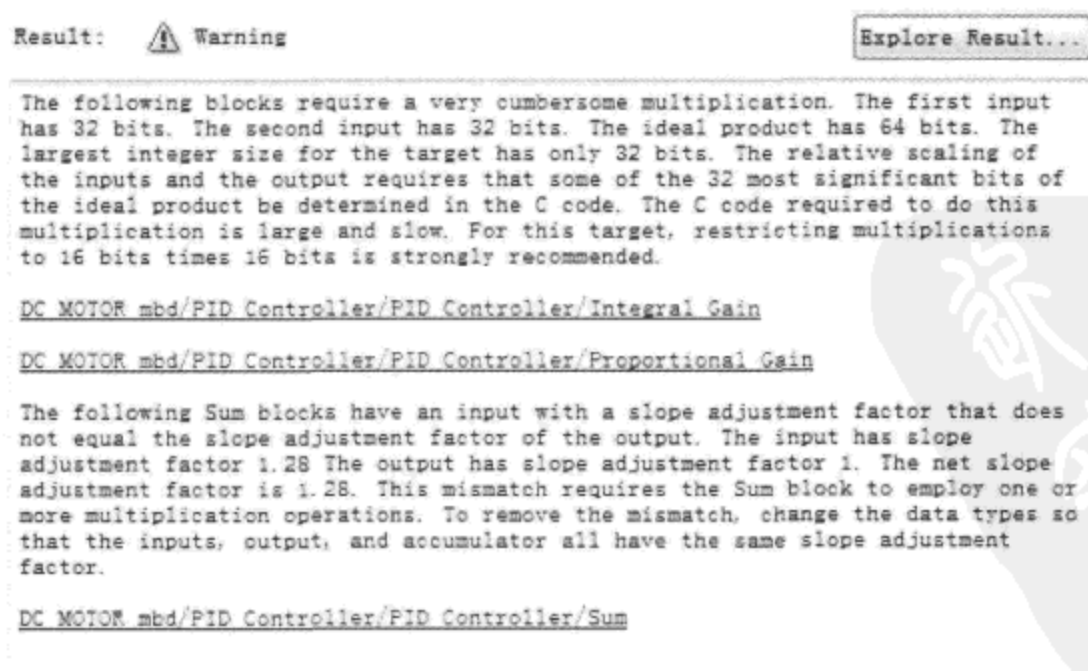

图 9.6.19 存疑的定点化处理任务界面
(8) 执行到 4.2 项 Identify questionable fixed-point operations 时, 出现警告, 如图 9.6.19 所示。这项警告是关于定标后数据运算的定标规则的, 可以在 Fixed-Point Tool 中对其作进一步修改。